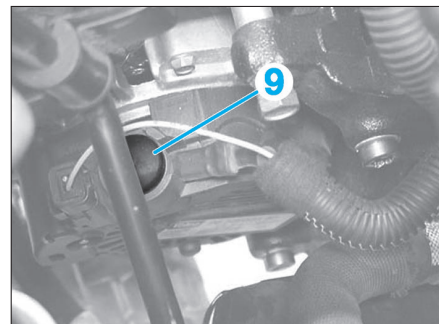

Fig. 4
- le cache plastique (9) (Fig.4).